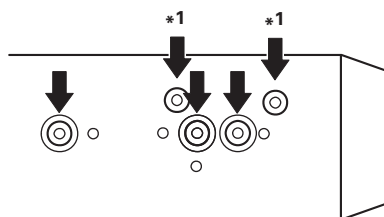
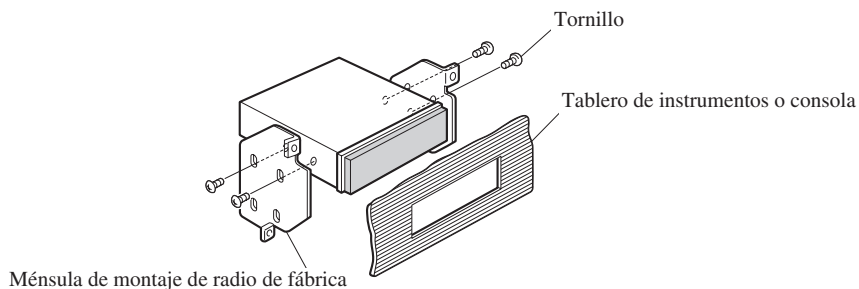

Fig. 14
Fig. 15
2. Fijación de este producto a la ménsula de montaje de radio de fábrica. (Fig. 14) (Fig. 15)